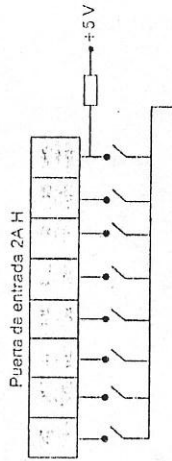

Figura 7.19. La posición 2A H del Mapa de E/S recibe la información de ocho interruptores, que, cuando se cierran, introducen un nivel bajo.
**7.2** Un sistema microcomputador basado en el microprocesador 8085, que tiene un Mapa de Memoria de 64 K posiciones de 8 bits y un Mapa de E/S de 256 posiciones, tiene destinado en este último la dirección 2A H para una puerta de entrada que recibe la información de ocho interruptores, que cuando están abiertos, introducen un nivel alto y, cuando se cierran, bajo (Figura 7.19).